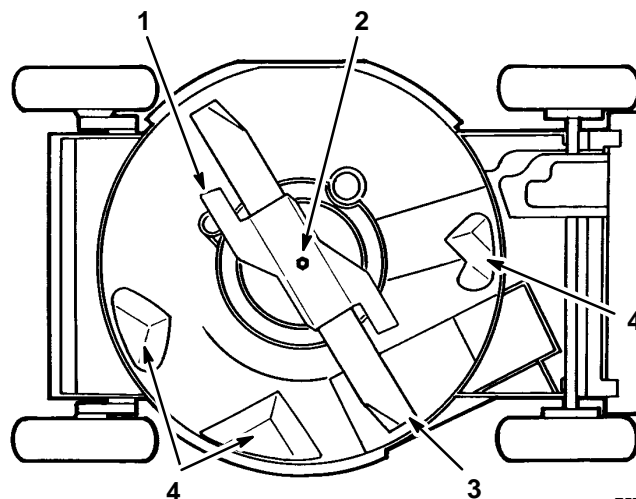

Figure 22
3. Inclíne la cortadora hacia el lado derecho (Fig. 22). Evite girar la cuchilla pues podría ocasionar problemas de arranque.
5. **REMOCIÓN DE LA CUCHILLA**— Sujete el extremo de la cuchilla usando un trapo o un guante grueso. Quite el perno de la cuchilla, la arandela de seguridad, el acelerador de la cuchilla y la cuchilla (Fig. 22).